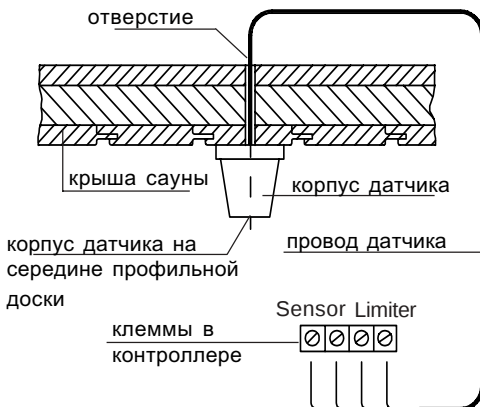

Рис.11
4. Зажмите провода для ограничителя (белые) и для температурного датчика (красные) на плате датчика в соответствии с рис. 11; затем вставьте плату датчика в корпус до зацепления.